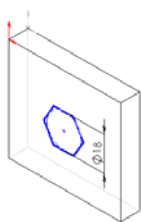

图 5-48 绘制凸台轮廓
**①** 绘制草图。
2) 单击[多边形]按钮，在草图上绘制一个正六边形，并标注尺寸，如图 5-48 所示。